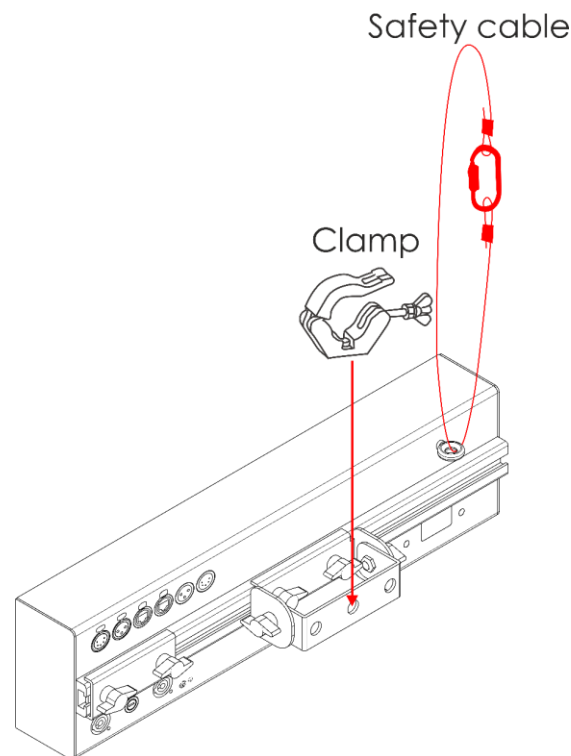

Abb. 04
- 01) Bringen Sie die Halbkupplung wie in Abb. 04 an. Verwenden Sie nur Halbkupplungen, die dazu geeignet sind, das Gerät an einer Traverse zu befestigen.
- 03) Sichern Sie das Gerät mit einer Sekundäraufhängung, z. B. einem Sicherheitskabel. Stellen Sie sicher, dass die Sekundäraufhängung das 10-fache Gewicht des Geräts tragen kann. Wenn möglich, sollte die Sekundäraufhängung unabhängig von der Primärhalterung an der Tragstruktur befestigt werden. Führen Sie das Sicherheitskabel durch den **Sicherheitsring (07)** wie in Abb. 04 gezeigt.